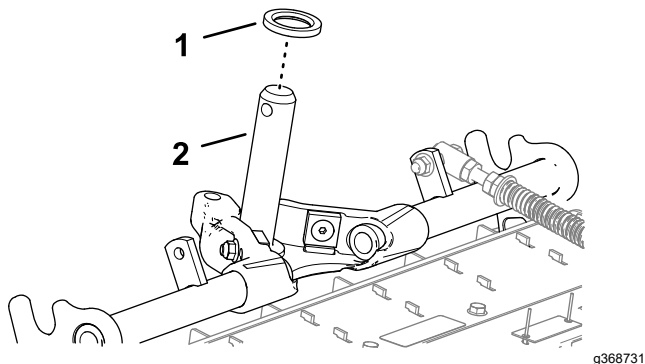

Figura 24
1. Asigurăți-vă că aiba de presiune cu cap înecat este introdusă pe arborele cadrului de susinere (Figura 24).